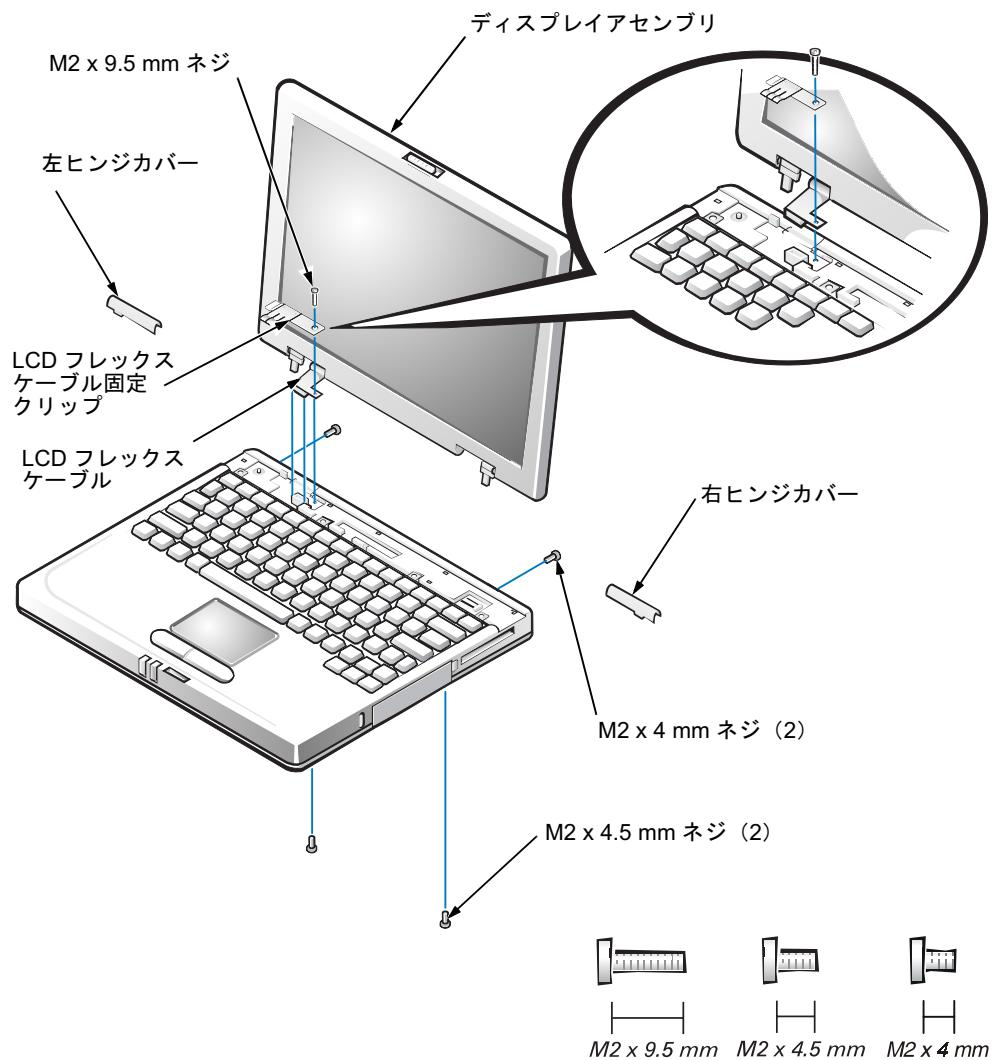

図 8 ディスプレイヤセンブリの取り外し
3. ディスプレイヤセンブリとボトムケースを取り付けているシステム背面の2本のシルバーM2 x 4 mmネジを取り外します（図8参照）。
5. ディスプレイアセンブリとボトムケースを取り付けているシステム底面の 2 本の M2 x 4.5 mm ネジを取り外します (図 8 参照)。
9. LCD フレックスケーブル固定クリップおよび LCD フレックスケーブルコネクタをシステム基板アセンブリに固定している M2 x 9.5 mm ネジを取り外します (図 8 参照)。
3. LCD フレックスケーブル固定クリップを LCD フレックスケーブルコネクタの上に取り付けます (図 8 参照)。